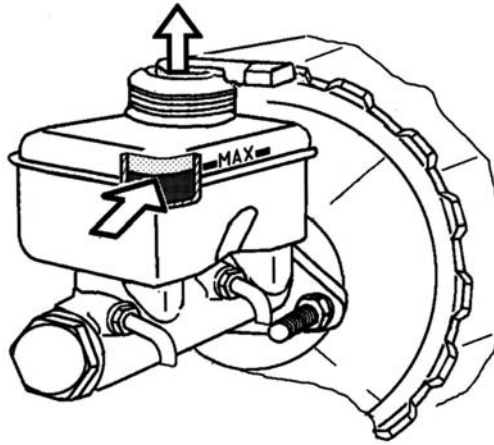

Рис. 8.3.5. Проверка уровня тормозной жидкости
1. Снять датчик сигнализатора аварийного падения уровня тормозной жидкости с бачка главного тормозного цилиндра. Проверить уровень тормозной жидкости в бачке (рис. 8.3.5). При необходимости долить тормозную жидкость до максимальной отметки.